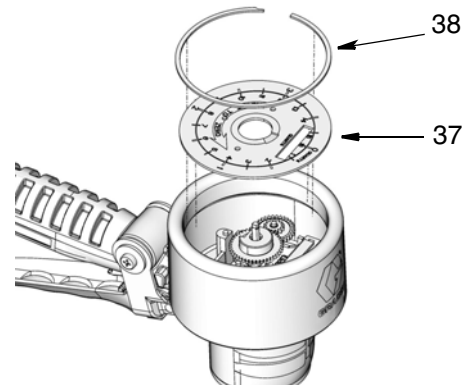

ABB. 22
3. Die Einstellradscheibe (37) und die große Halteklammer (38) anbringen (ABB. 22).